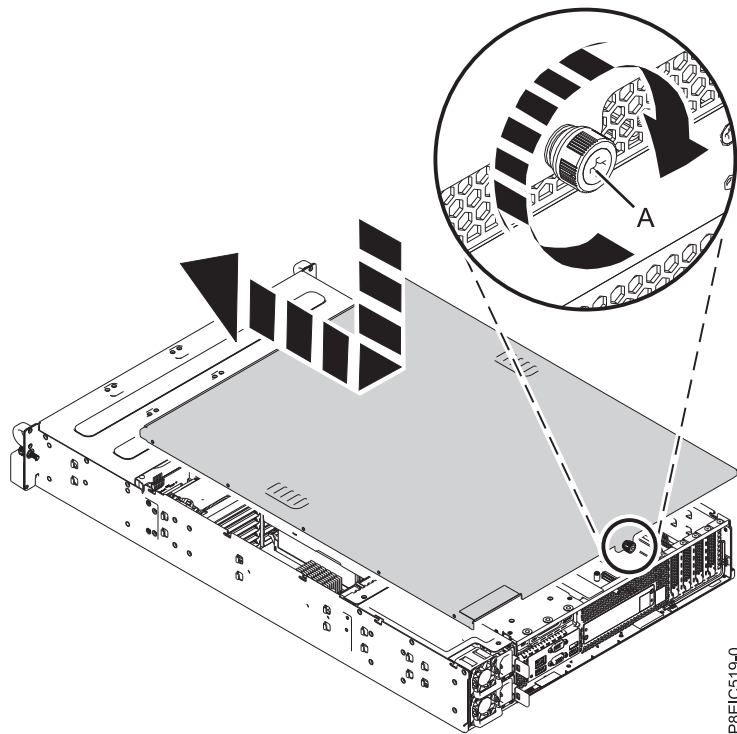

図 51. 保守カバーの再取り付け
1. カバーの位置合わせピンがシャーシのスロットの位置に合うようにして、カバーをシステム装置の上に置きます。カバーを前方にスライドさせます。 87 ページの図 51を参照してください。
2. カバーねじ (A) でカバーを固定します。 図 51を参照してください。